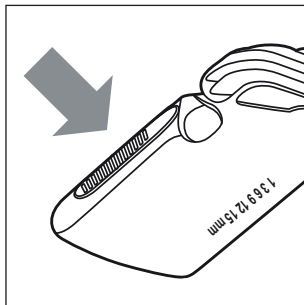

Fig. 5
- ▶ Appuyez sur le bouton lorsque vous faites glisser le sabot 10/11 vers le haut ou vers le bas (voir fig. 5). Le sabot 10/11 se détache et bouge ainsi plus facilement de l'encliquetage.
- Appuyez sur le dessus du bouton lorsque vous faites glisser le sabot **10/11** vers le haut ou vers le bas (voir fig. 5). Le sabot **10/11** se détache et bouge ainsi plus facilement de l'encliquetage.